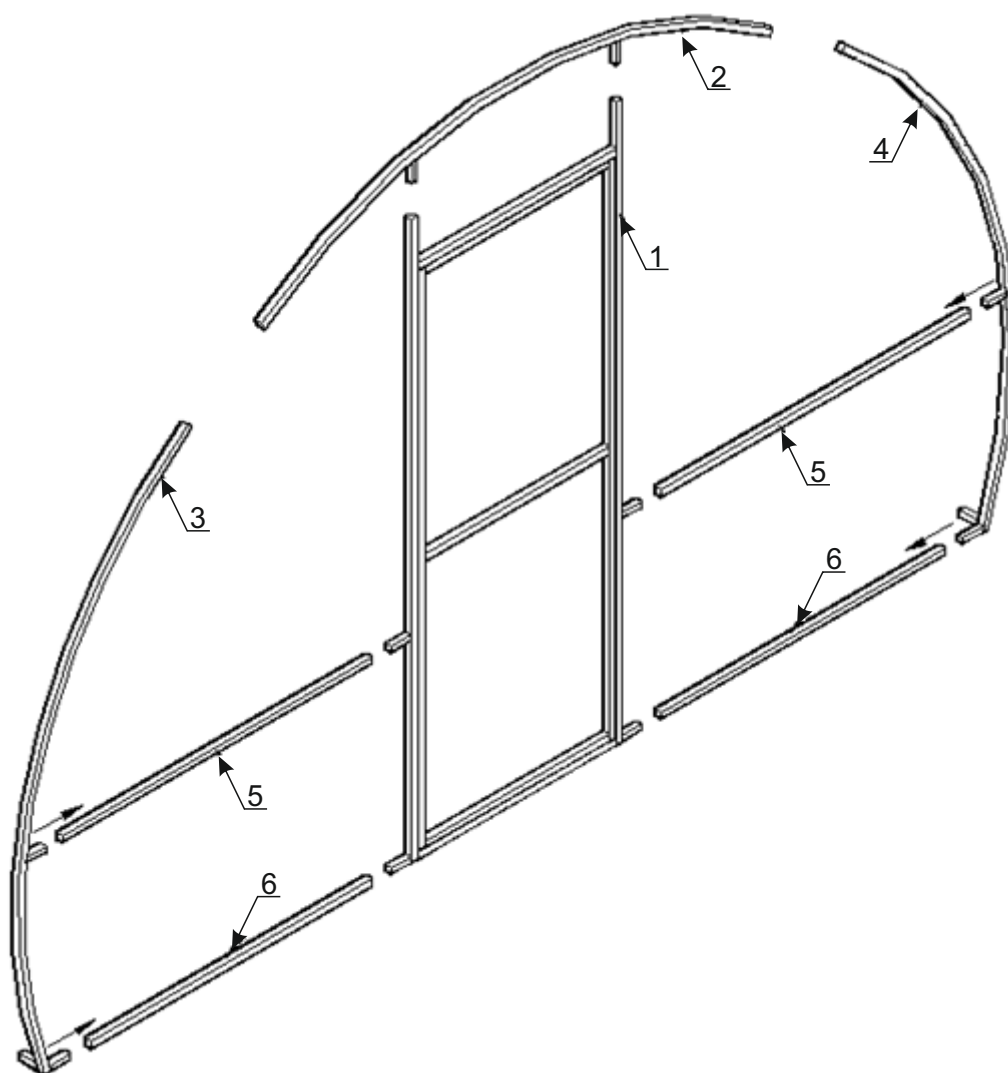

Рис. 1
1. Сборка теплицы начинается с торца. Схема сборки торца показана на рис.1.